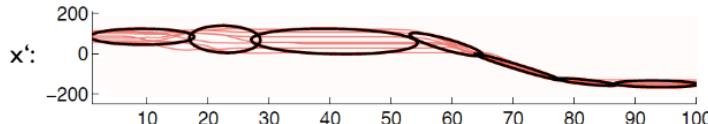

Abbildung 25: Gaussian Mixture Model
- Lernen eines GMMs (vgl. Abbildung 25) für alle Komponenten, z.B. x' (4-dimensional) mit Dichte $p(x')$: